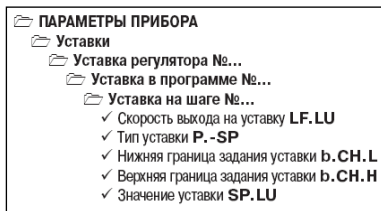

Рисунок 3.8 – Задание скорости выхода на Уставку
- в течение всего Шага (см. рисунок 3.8, а);
- в течение части Шага – до достижения Значения уставки, далее осуществляется поддержание достигнутого значения Уставки (см. рисунок 3.8, б, в).